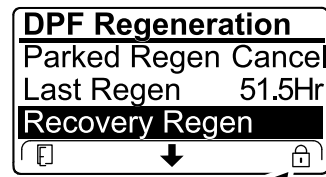

Figure 72
- Si le calculateur moteur n'a pas demandé de régénération d'urgence et que vous naviguez jusqu'à l'option RECOVERY REGEN (régén. d'urgence), la régénération d'urgence se bloque et l'icône de blocage (Figure 72) apparaît en bas à droite de l'InfoCenter.